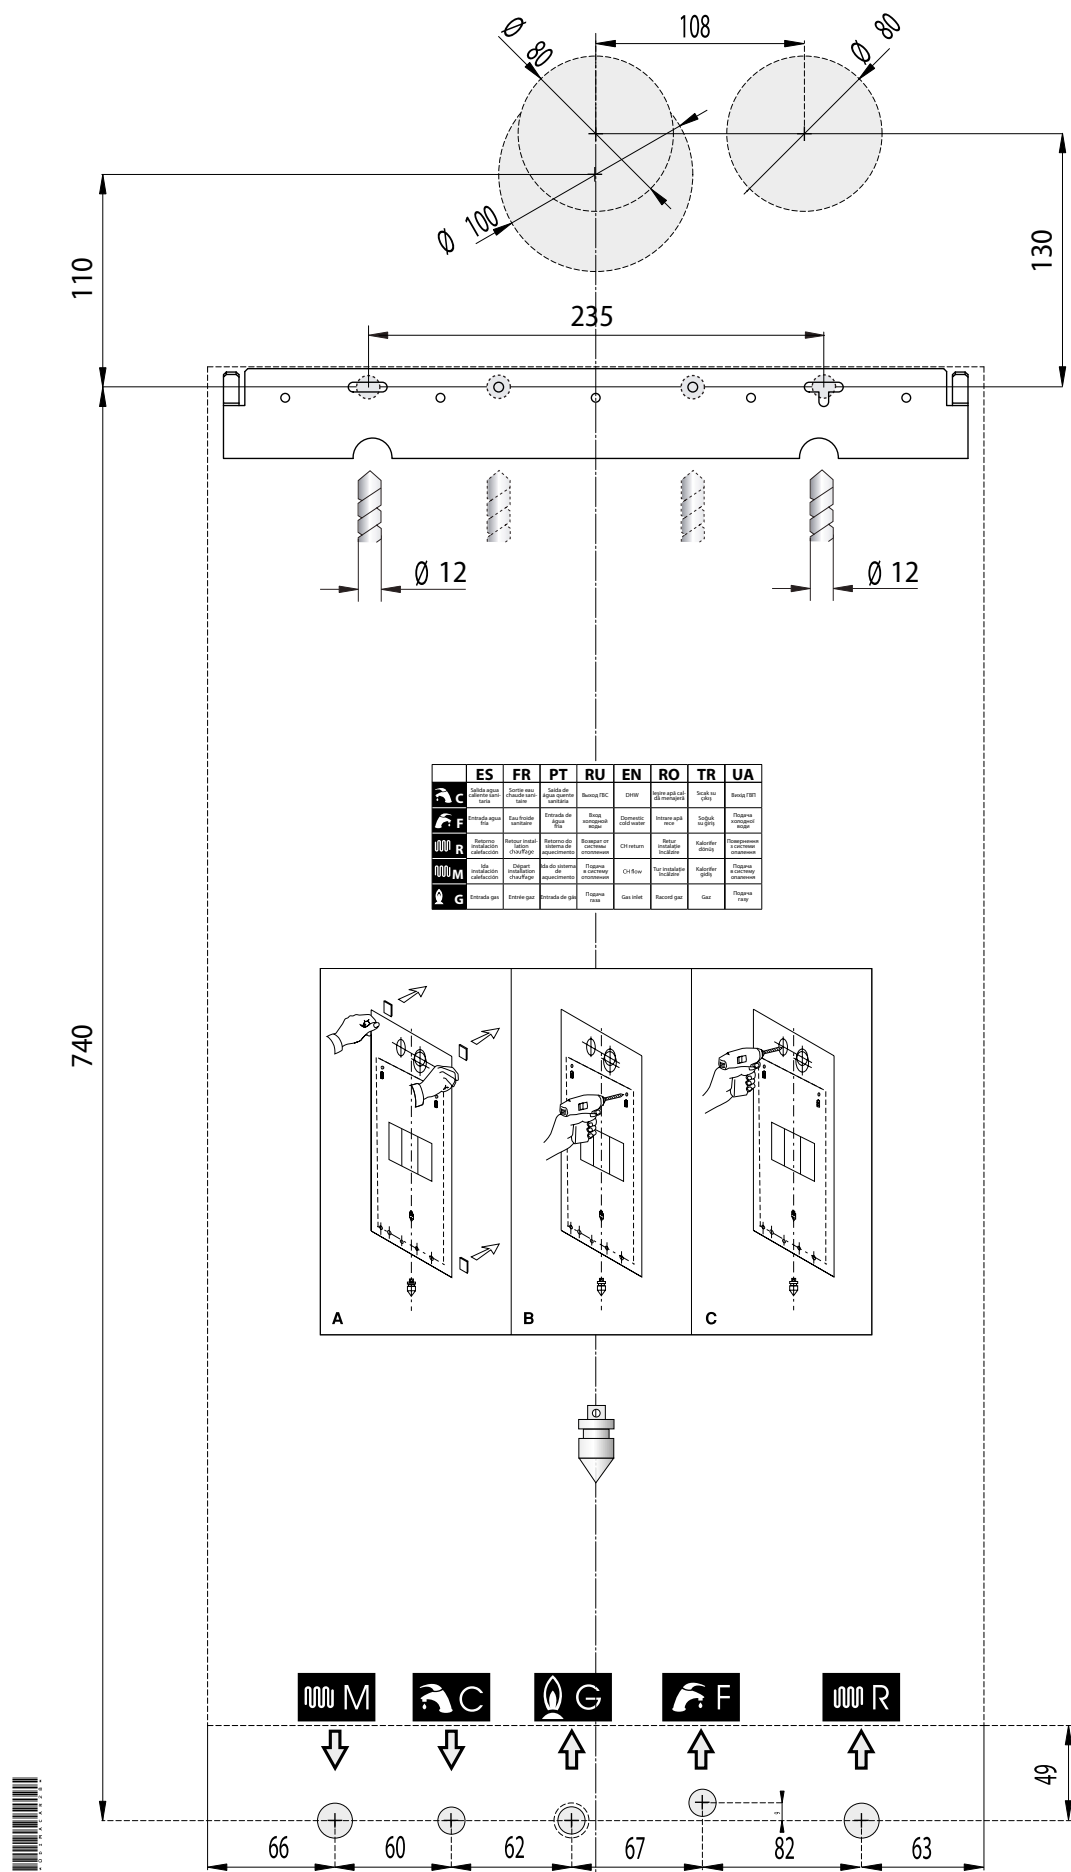

Рис. 5 Паперовий шаблон.
- монтажний паперовий шаблон (див. Рис. 5 Паперовий шаблон.).
Кожний котел забезпечений спеціальним паперовим шаблоном, що знаходиться в упаковці (див. Рис. 5 Паперовий шаблон.).